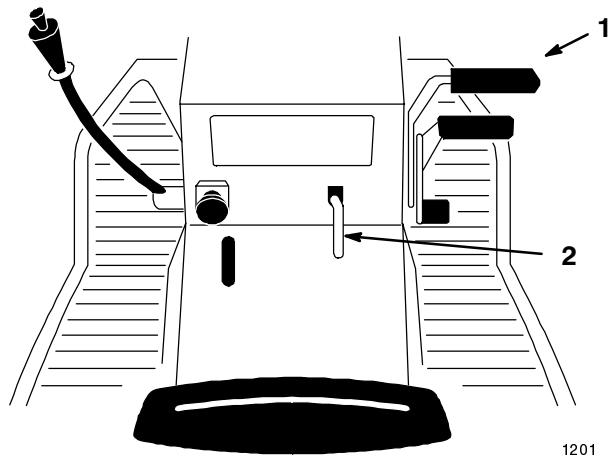

Bild 2
1. Drücken Sie das Bremspedal (Bild 2) herunter und halten es in der gedrückten Position.
2. Ziehen Sie den Feststellbremshebel (Bild 2) hoch und nehmen den Fuß nach und nach vom Bremspedal. Das Bremspedal sollte in heruntergedrückter (gesperrter) Position bleiben.
- Drücken Sie das Bremspedal (Bild 2) herunter. Der Feststellbremshobel sollte sich lösen.